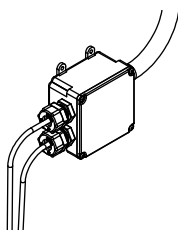

Figure 14
- b. Percer des trous et poser les deux protège-câble pour le passage des câbles de capteur. Voir Figure 14.